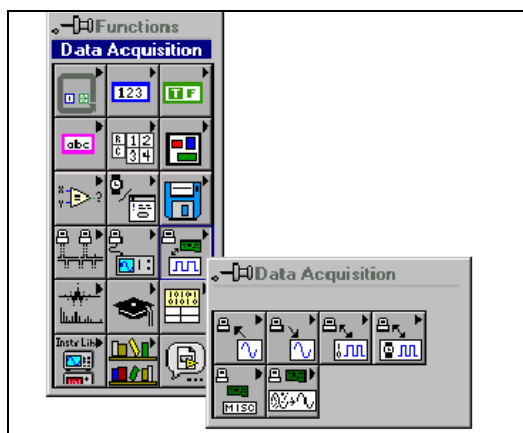

Fig. 5.40. Meniul *Data Acquisition – DAQ*
În LabVIEW controlul plăcilor de achiziție se realizează cu ajutorul unor instrumente virtuale (VI) obținute din lista de comenzi *Functions*, meniul *DAQ*. Lista de comenzi *DAQ* (*Data Acquisition*) conține instrumente virtuale grupate în următoarele biblioteci (Fig. 5.40): *Analog Input*, *Analog Output*, *Digital Input/Output*, *Counter*, *Calibration and Configuration*, *Signal Conditioning*.